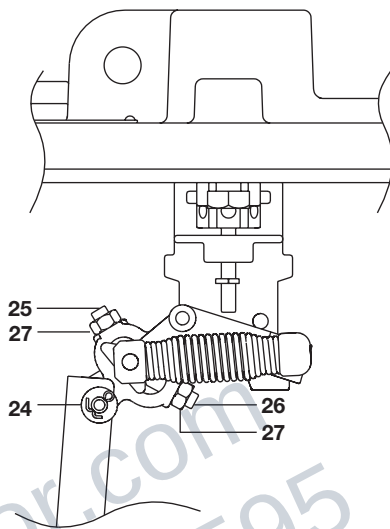

图 8
注意：定位螺栓（图8中25,26项）由生产厂设定,在下列维修过程中不能改变。
a) 从机构连接末端取出轴销（图8第24项）。转动浮球和杠杆至杆的另一边。